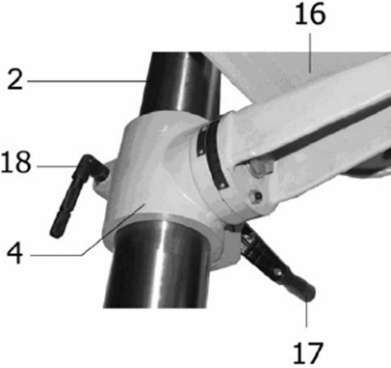

Рис. 3
9.6. Установите на опоре (4) ручку (18), Рис.3, для надежной фиксации положения опоры на колонне (2), Рис.2.
10.5. Установка высоты рабочего стола (16) задается ручкой (17) и фиксируется ручкой (18), Рис.3.